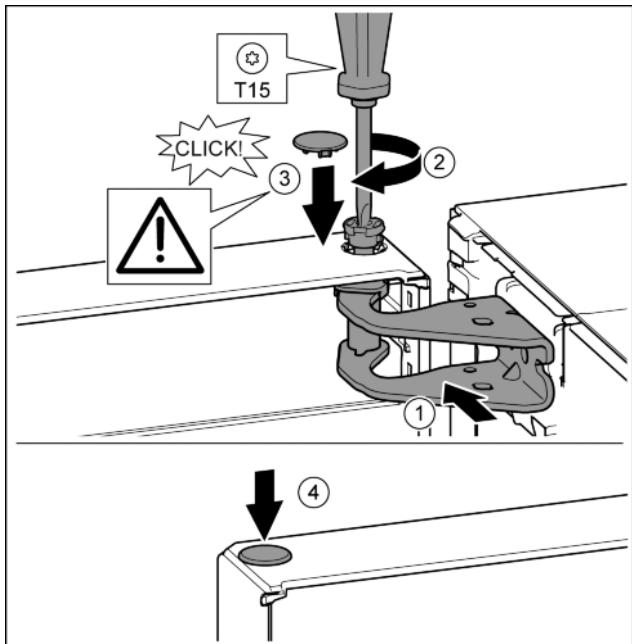

Fig. 23
- ▶ Вирівняйте дверцята зверху по отвору в опорному кронштейні. Fig. 23 (1)
- ▶ Вставте палець та закрутіть за допомогою викрутки T15. Fig. 23 (2)
- ▶ Встановіть захисну кришку для захисту дверцят: вставте захисну кришку і про контролюйте, щоб вона прилягала до дверцят. Якщо це не так, повністю вставте палець. Fig. 23 (3)
- ▶ Вставте пробку. Fig. 23 (4)